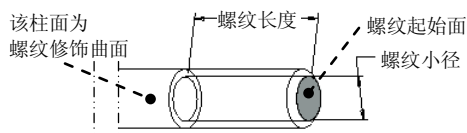

图 5.16.1 创建螺纹修饰特征
这里以前面创建的 shaft.prt 零件模型为例, 说明如何在模型的圆柱面上创建图 5.16.1 所示的 (外) 螺纹修饰。
Step3. 选取要进行螺纹修饰的曲面。完成上步操作后, 系统弹出图 5.16.3 所示的“修饰: 螺纹”对话框以及“选取”对话框。选取图 5.16.1 所示的要进行螺纹修饰的曲面。
Step4. 选取螺纹的起始曲面。选取图 5.16.1 所示的螺纹起始曲面。